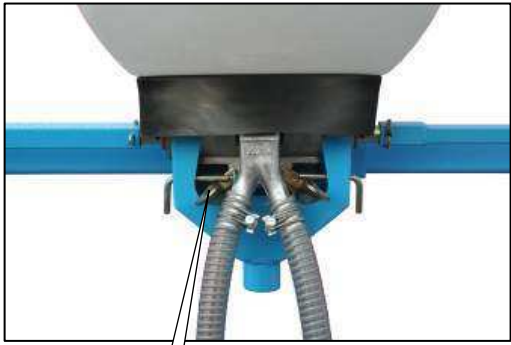

Fig. 1
La regolazione della dose/ettaro viene fatta con i pignoni dell'alimentazione elicida combinata (un pignone motore a 2 denti (A fig. 1 e 4), un pignone ricettore a 5 denti (B fig. 1, 3 e 4)).
- Vidanger les trémies à l'aide des trappes (A fig. 1). Pour bien vidanger, il est nécessaire de réaliser quelques rotations de roue.